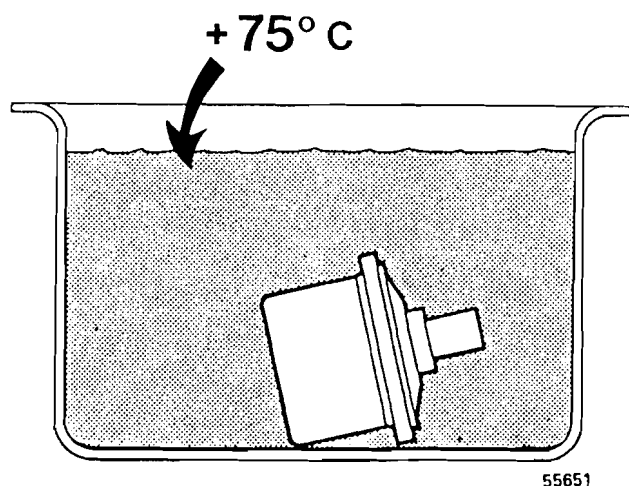

Fig. 233
- 2 Calentar agua en un recipiente hasta $+75^{\circ}\text{C}$ y sumergir el termostato en la misma, véase fig. 233.